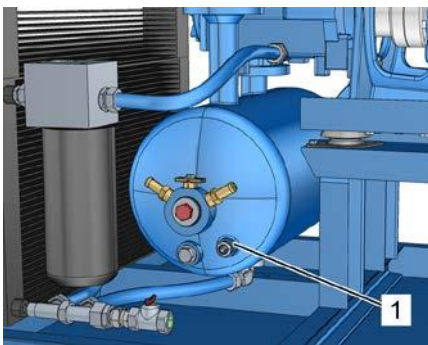

Рис. 34: Смотровое отверстие
4. Убедитесь в том, что смотровое отверстие (Рис. 34/1) полностью смочено.